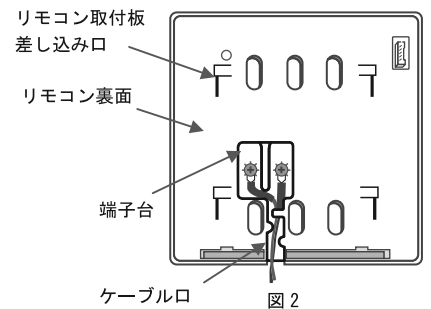

図2
- ②リモコンコードを端子台に接続し、ケーブル口より引き出してください。(図2)